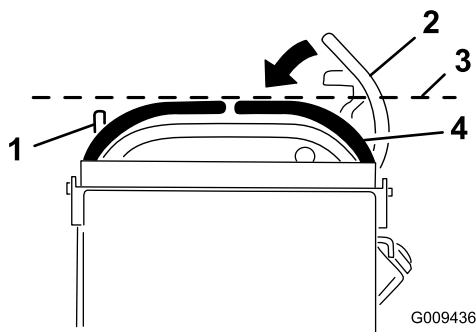

Figure 75
3. Abaissez le levier de commande de déplacement droit pour quitter la position de verrouillage au point mort (Figure 75).
4. Vérifiez s'il s'aligne horizontalement avec le levier de commande de déplacement gauche (Figure 75).